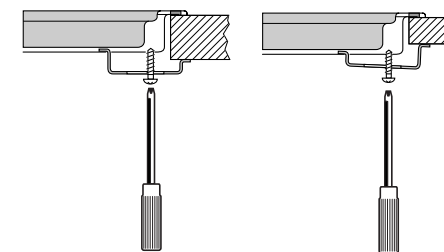

fig. 7
- Placez la plaque de cuisson et vissez les étaux de montage. Dans le cas d'un plan de travail peu épais, serrez les étaux de montage (voir fig. 7).